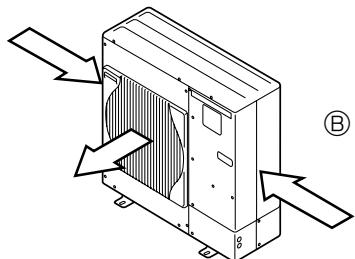

Fig. 2-4
- ③ Placer l'appareil de sorte que la sortie d'air souffle dans la direction perpendiculaire à celle des vents saisonniers, si celle-ci est connue. (Fig. 2-4)
- ④ Guidage d'air
- ⑤ Sens du vent